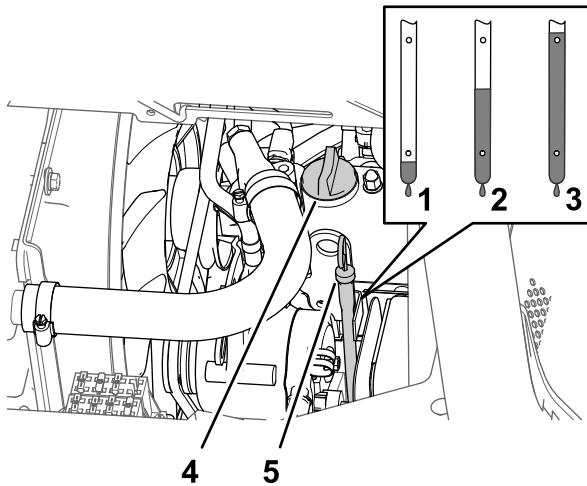

Figura 68
5. Retire a tampa do compartimento de óleo do tubo de enchimento da cobertura da válvula do motor (Figura 68) e despeje lentamente cerca de 80% da quantidade especificada de óleo no tubo de enchimento.
- 6. Retire a vareta e verifique o nível de óleo no motor (Figura 68).
- 7. Adicione lentamente o óleo especificado para elevar o nível de óleo até à marca de "cheio" na vareta (Figura 68).
- 8. Instale a tampa do compartimento de óleo no tubo de enchimento e a vareta no tubo da vareta (Figura 68).